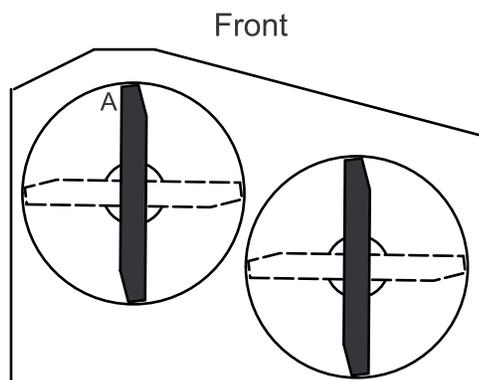

Figura 59
- Con la macchina su una superficie piana, posizionate una lama longitudinalmente. Misurate al punto **A** e da una superficie piana fino al tagliente della punta della lama (Figura 59).